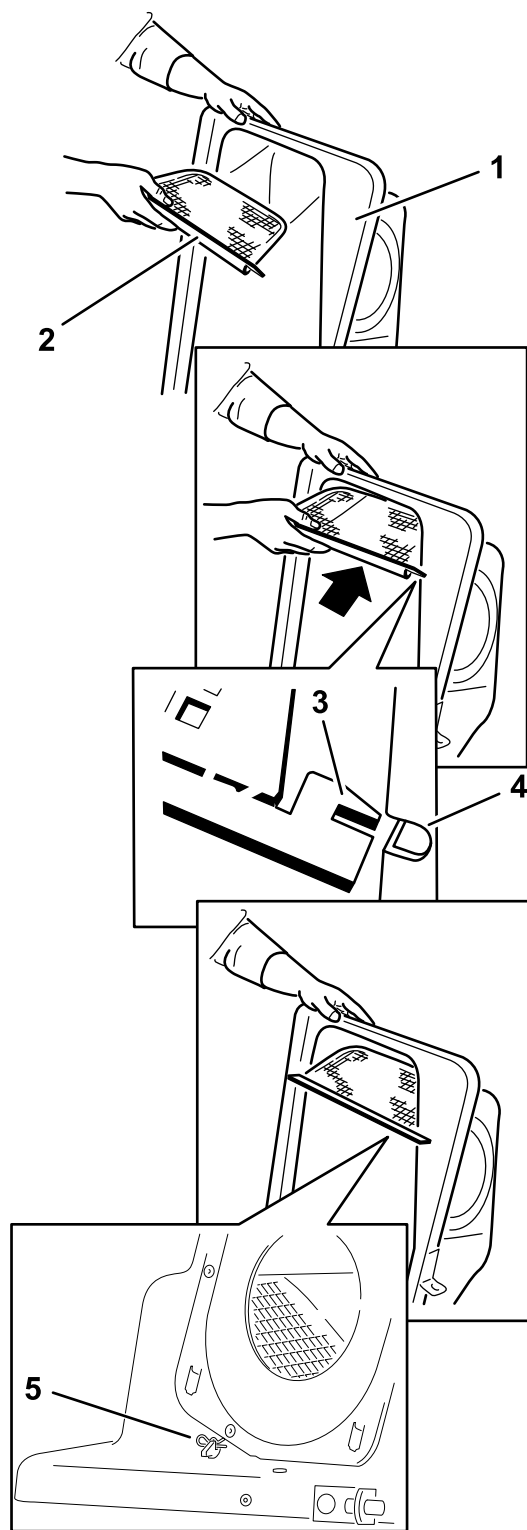

Figura 18
2. Instalati ecranul aa cum se arată în Figura 18 i asigurați-vă că este înclinat în jos, spre sacii pentru colectare.